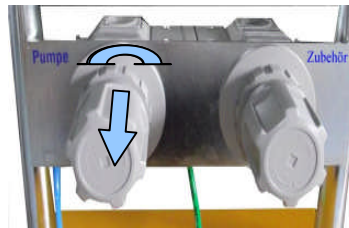

Bild 5
- >>Ziehen Sie an der Druckreglerkappe – bis ein leichtes Knacken verspürbar und hörbar ist(Seite 17 Bild5).